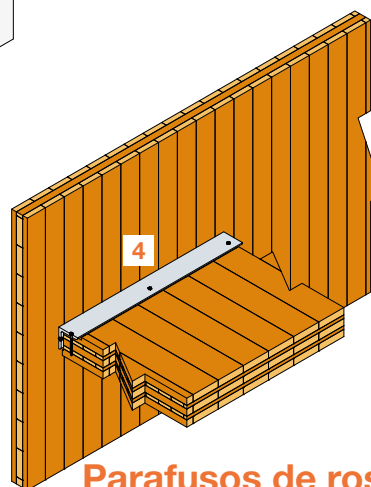

Fig. 3
- quando o mural é de aço, a fixação efetua-se com os parafusos **ESCRHRD** (fig. 3).